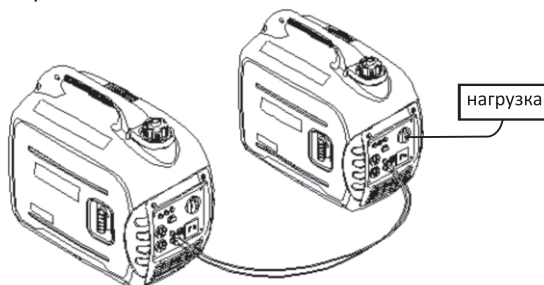

Рис.17
5. К розетке переменного тока одного из генераторов подключите нагрузку (рис. 17)